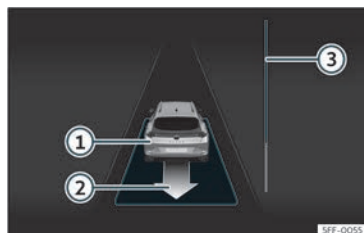

Fig. 193 No ecrã do painel de instrumentos: sair do estacionamento de um lugar em linha.
- Retroceda até soar o sinal contínuo do ParkPilot; **OU:** faça marcha-atrás até aparecer a indicação de fazer marcha à frente no ecrã do painel de instrumentos. A barra de progresso >>> **Fig. 193**  indica a distância a percorrer >>> Página 298.